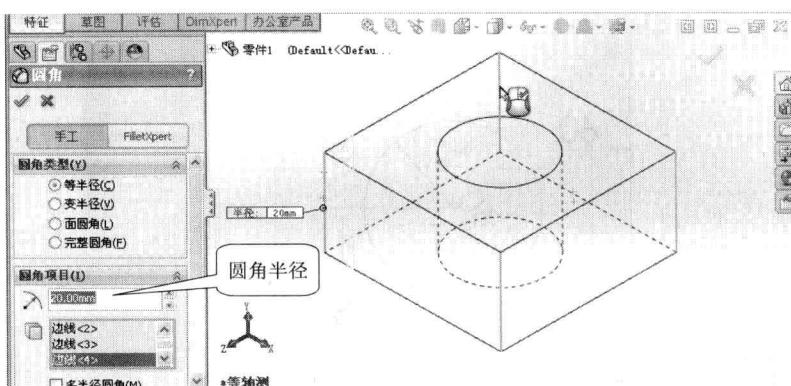

图 1-16 设置圆角半径、选择圆角边
- (1) 单击“视图(前导)”工具栏中“显示样式”按钮□下的“隐藏线可见”按钮□，将零件变为线框显示。
- (2) 单击“特征”工具栏上的“圆角”按钮○，将圆角项目下的半径值改为“20.00mm”，依次选择长方体的四个棱边，如图 1-16 所示。